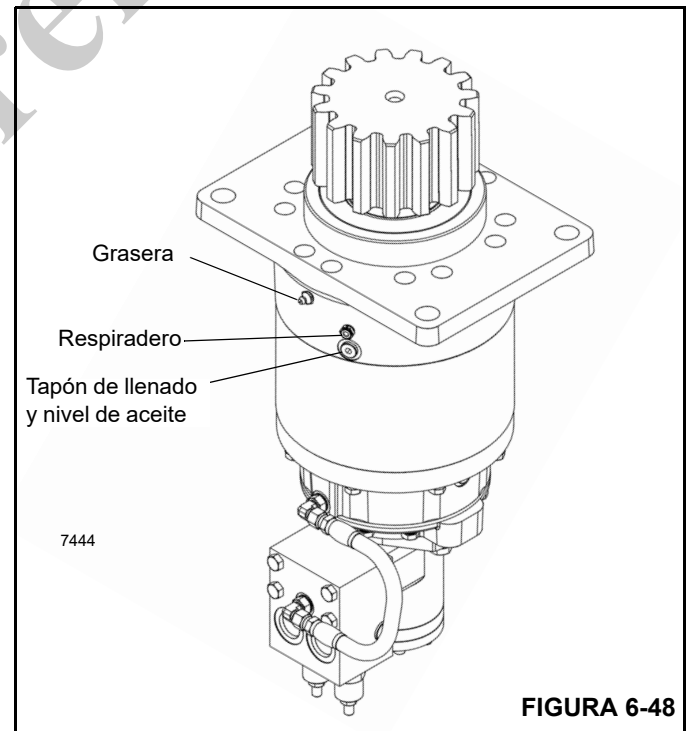

FIGURA 6-48
1. Limpie la zona alrededor de los tapones de vaciado, revisión y llenado del mecanismo de giro (Figura 6-48).